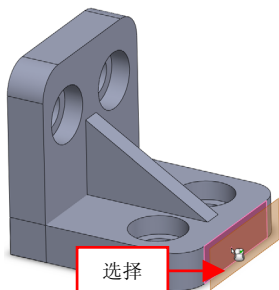

图 4-6 选择合适的侧面
(2) 在【特征】选项卡中，单击【参考几何体】右侧的下拉按钮，在弹出的下拉列表中，单击【基准面】按钮，弹出【基准面】属性管理器，在绘图区中选择合适的侧面，如图 4-6 所示。